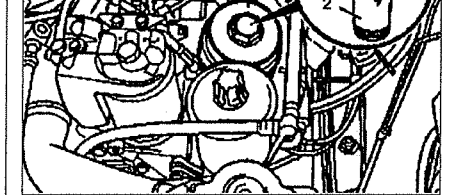

Рис. 1.15. Замена фильтрующего элемента на двигателе 601.
8. Открутите крышку фильтра 1 с помощью гаечного ключа (см.рис. 1.15).